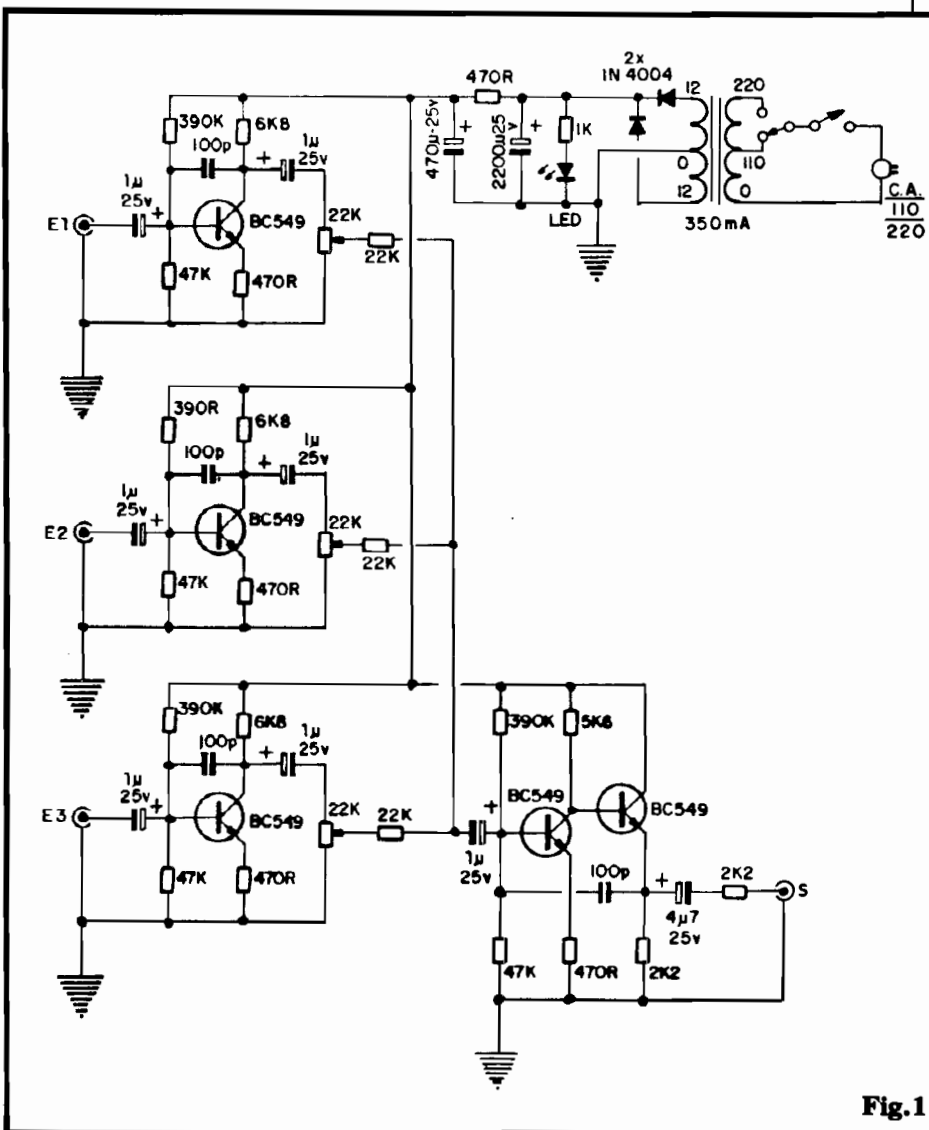

Fig. 1
- **FIG. 1** - O CIRCUITO - O diagrama do TREGUA mostra que sua estrutura é distribuída em quatro módulos internos... Três deles, absolutamente idênticos entre si, representam os conjuntos de pré-amplificação de Entrada, cada um deles centrado num transistor de alto ganho e baixo ruído (BC549). As polarizações, acoplamentos e desacoplamentos foram cuidadosamente dimensionados para mínima distorção dos sinais apresentados a E1-E2-E3,